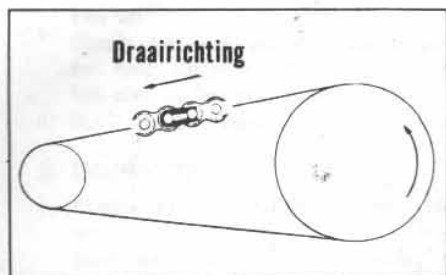

Fig. 26 Draairichting
- 2) Bij het monteren van de ketting, erop letten het borgveertje met het gesloten einde in de draairichting van de ketting te monteren. (Fig. 26)